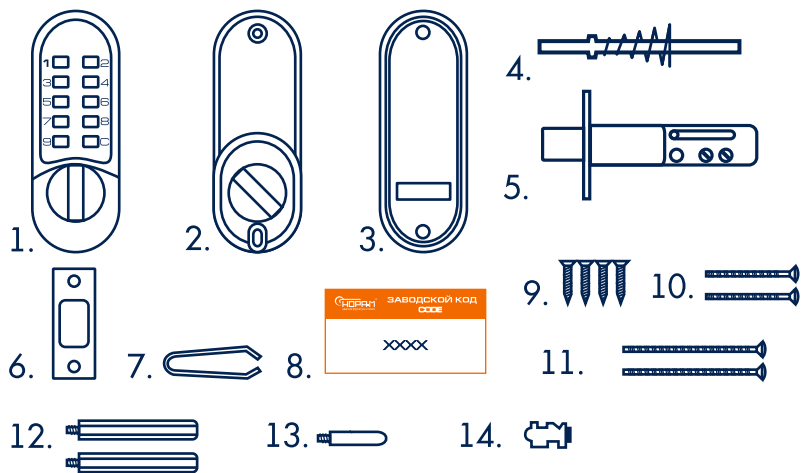

рис. 1
Перед началом установки замка проверьте работоспособность всех его частей, наберите код (номер кода на картонке (8) *рис. 1*;